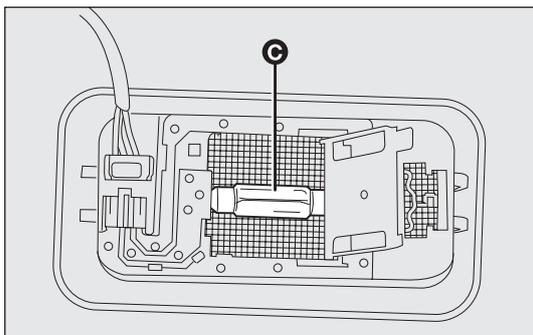

fig. 170
- sustituya la lámpara C-fig. 170 separándola de los contactos laterales; introduzca la nueva lámpara asegurándose de que la misma quede bloqueada correctamente entre los contactos;